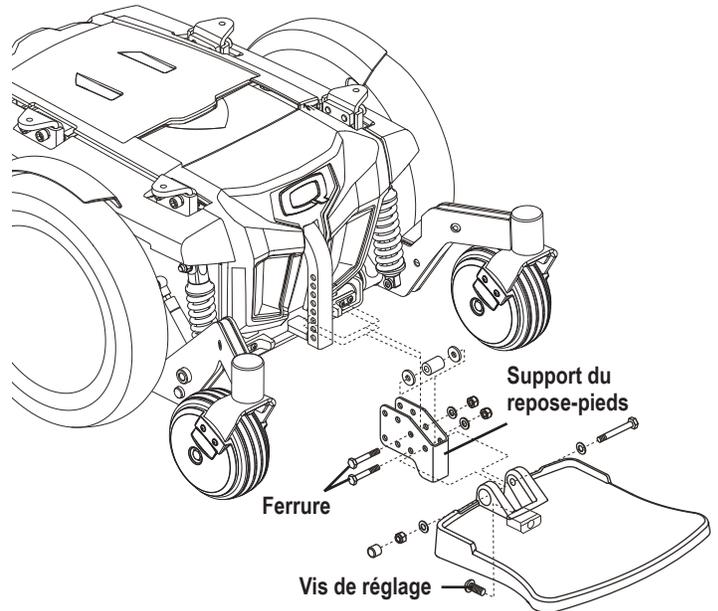

Figure 17. Ajustement de repose-pieds
1. Retirez les ferrures sur le support du repose-pieds. **Voir la figure 17.**
1. Relevez le repose-pieds pour trouver l'emplacement de la vis de réglage. **Voir la figure 17.**